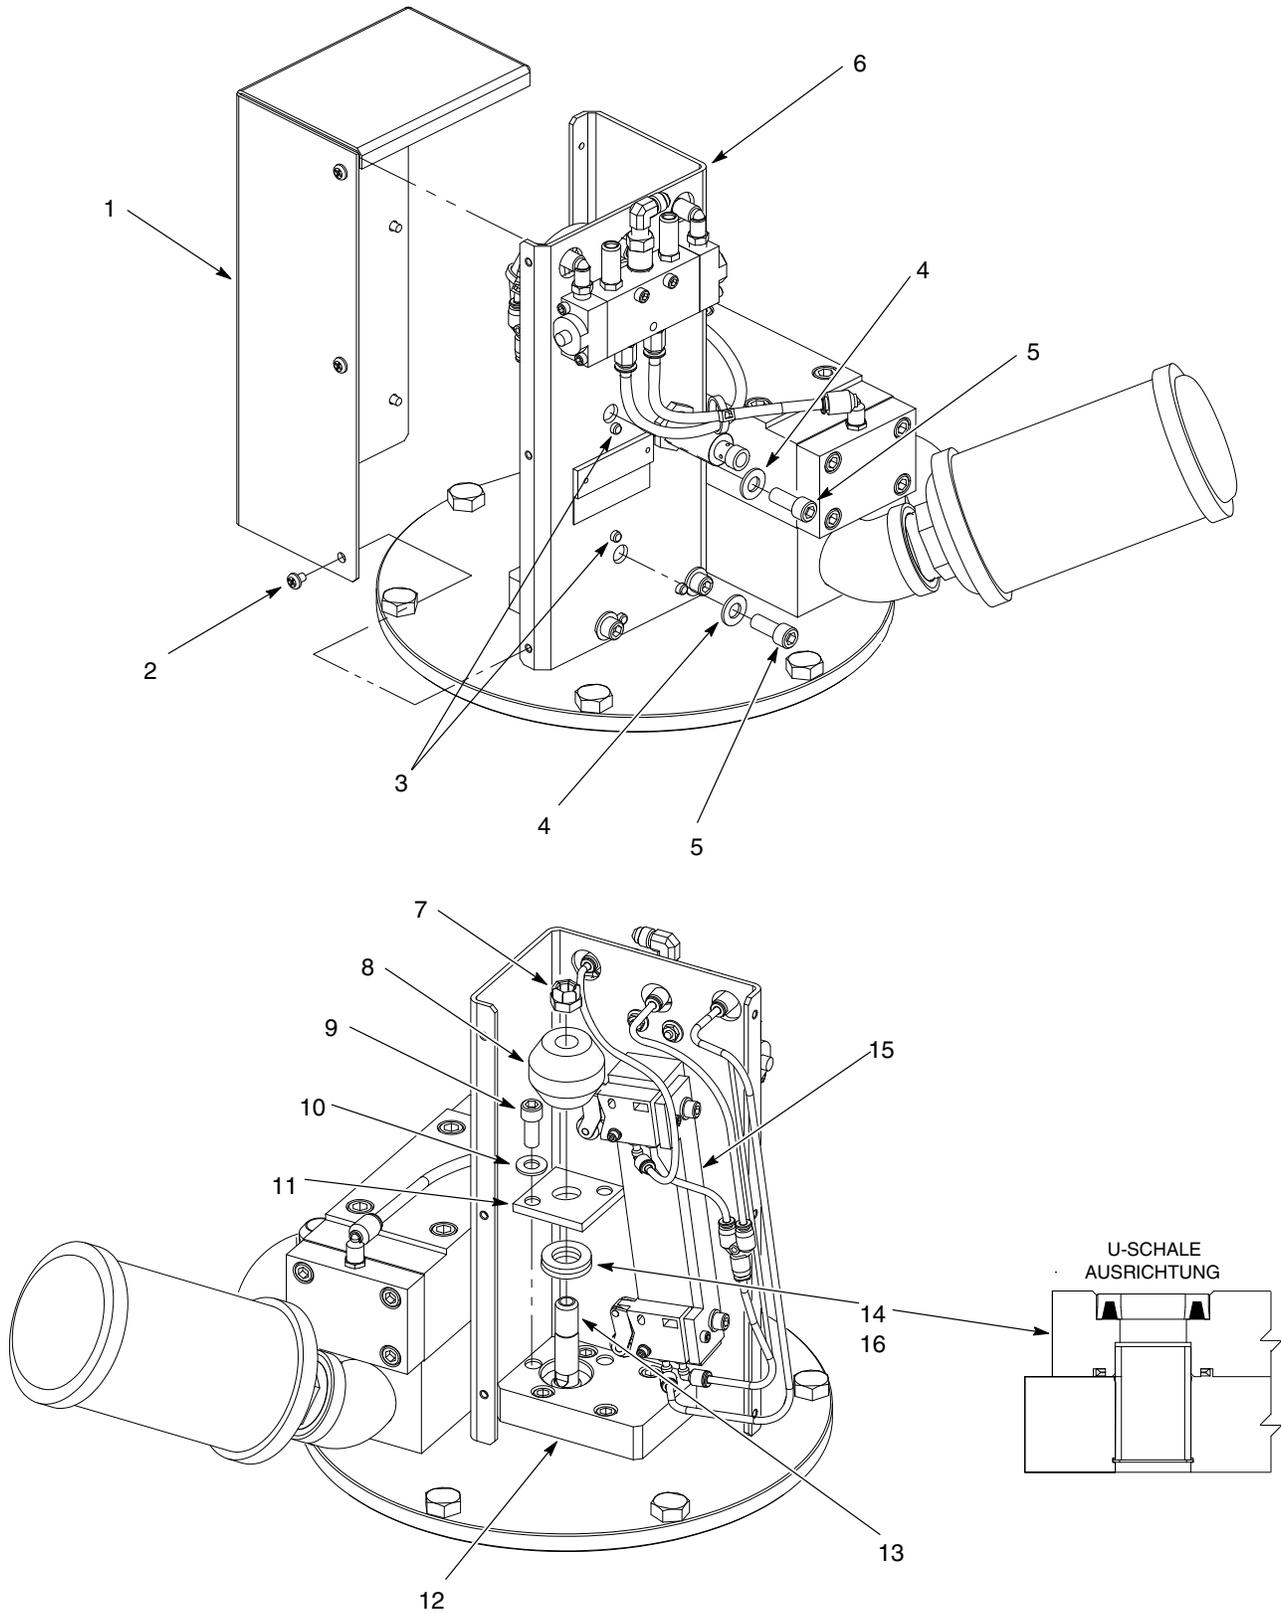

Abb. 9 U-Schale der Auslösereinheit ersetzen
1. Siehe Abb. 9. Die Schrauben (1) abnehmen, die die Abdeckung (2) an der Auslöserbaugruppe (6) halten.
2. Die Schrauben (5) und Unterlegscheiben (4) abnehmen, die die Auslösehebel-halterung (15) an der Auslöserbaugruppe (6) halten.
3. Die Auslösehebel-Halterung (15) von der Dichtungshalteplatte (11) wegschwenken.
4. Mit einem Schlüssel die Flachstellen der Kolbenstange (13) greifen. Die Mutter (7) abnehmen, mit denen der Auslöser (8) an der Kolbenstange befestigt ist.
5. Die Schrauben (9) und Unterlegscheiben (10) abnehmen, mit denen die Dichtungshalteplatte (11) am Auslöserhalter (12) befestigt ist.
1. Siehe Abb. 9. Die neue U-Schale (14) mit TFE-Fett (16) schmieren. Die U-Schale wie gezeigt in den Auslöserhalter (12) stecken.
2. Die Dichtungshalteplatte (11) mit den Schrauben (9) und Unterlegscheiben (10) am Auslöserhalter (12) installieren. Die Schrauben mit 22-25 ft-lb (30-33 N•m) anziehen.
3. Mit einem Schlüssel die Flachstellen der Kolbenstange (13) greifen. Den Auslöser (8) mit der Mutter (7) auf der Kolbenstange installieren. Mutter gut anziehen.
- a. Sicherstellen, dass die Stifte (3) der Halterung wie gezeigt durch die Auslöserbaugruppe (6) ragen.
- b. Die Auslösehebel-Halterung (15) mit den Schrauben (5) und Unterlegscheiben (4) an der Auslöserbaugruppe befestigen. Die Schrauben anziehen. Anzugsmoment: 22-25 ft-lb (30-33 N•m).
5. Die Abdeckung (1) mit den Schrauben (2) auf der Auslöserbaugruppe installieren. Die Schrauben fest anziehen.